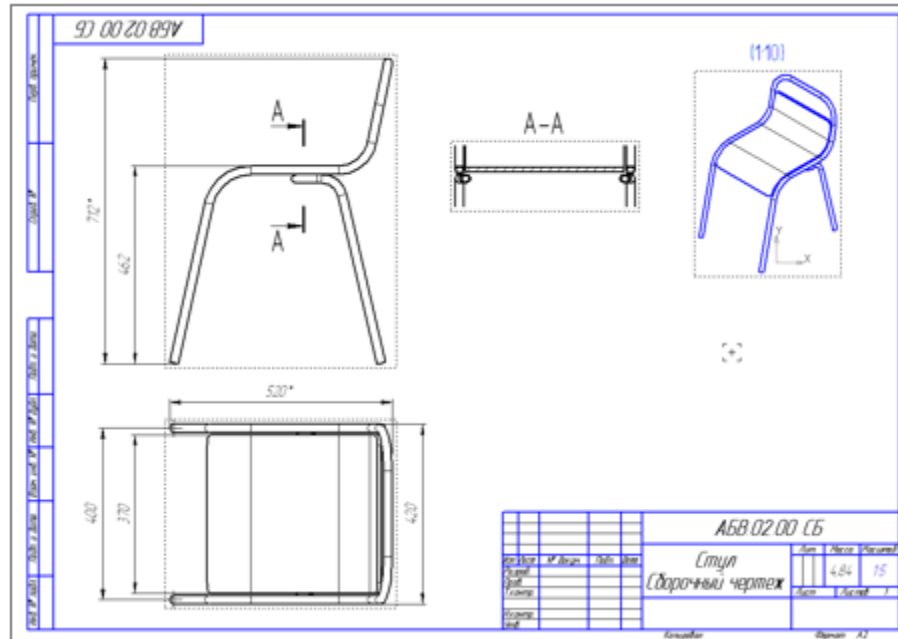

Рисунок 66
- Укажите положение вида на чертеже (рис. 66).